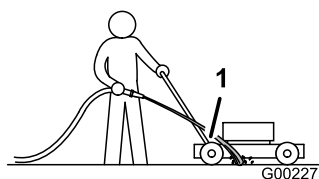

Figura 25
3. Sujete la manguera a la altura del manillar y dirija el agua para que fluya sobre el suelo justo por delante de la rueda trasera derecha (Figura 25).